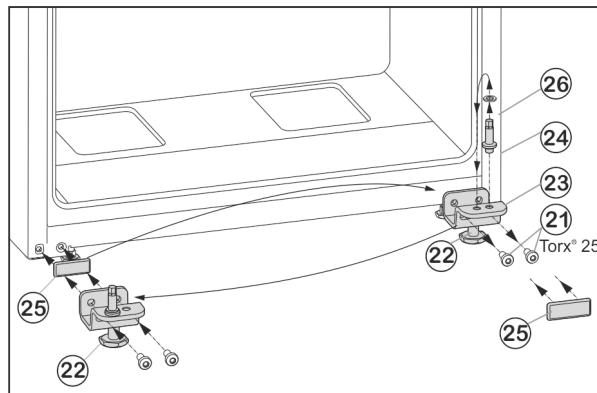

Fig. 9
- Открутите крепежные винты Fig. 9 (21).
- Снимите нижний опорный кронштейн Fig. 9 (23) вместе с опорным пальцем Fig. 9 (24), шайбой Fig. 9 (26) и регулируемой опорой Fig. 9 (22).
- Открутите опорный палец Fig. 9 (24) вместе с шайбой Fig. 9 (26) и, переставив в отверстие на противоположной стороне опорного кронштейна, снова прикрутите.
- Аккуратно снимите защитную пластину Fig. 9 (25) и переставьте ее на противоположную сторону.
- Прикрутите нижний опорный кронштейн Fig. 9 (23) вместе с опорным пальцем Fig. 9 (24), шайбой Fig. 9 (26) и регулируемой опорой Fig. 9 (22) с новой стороны шарнира (**с моментом 4 Нм**), при необходимости используйте аккумуляторный шуруповерт.
- ▶ Установите дверь сверху на опорный палец Fig. 9 (24).
- ▶ Выверните регулируемую опору Fig. 9 (22) на нижнем опорном кронштейне Fig. 9 (23) до ее соприкосновения с полом.